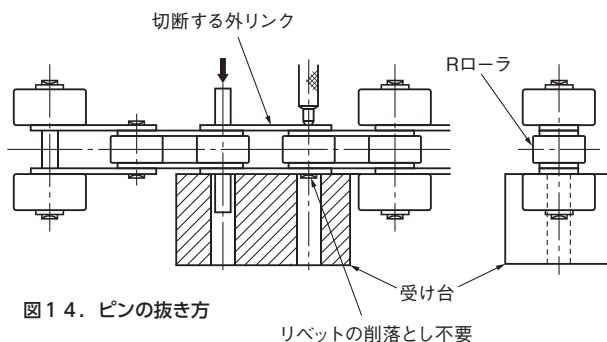

図14. ピンの抜き方
- 6) サイドローラが2リンク毎以上の間隔で付いている場合は、リベットを削る箇所が変わります。（図14）